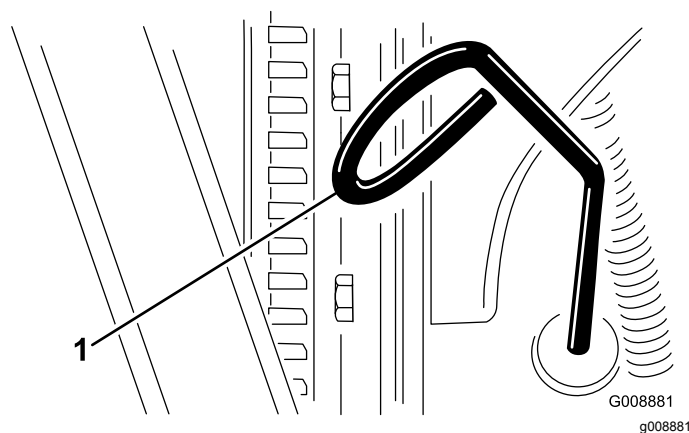

Figura 43
3. Retire la varilla, límpiela, y vuelva a colocarla (Figura 43).